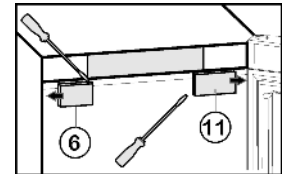

Fig. 9
- ▶ Ôter le cache côté poignée Fig. 9 (6) : décliqueter avec un tournevis à droite et pousser vers l'extérieur.
- ▶ Ôter le cache côté charnière Fig. 9 (11) : décliqueter avec un tournevis à gauche et pousser vers l'extérieur.